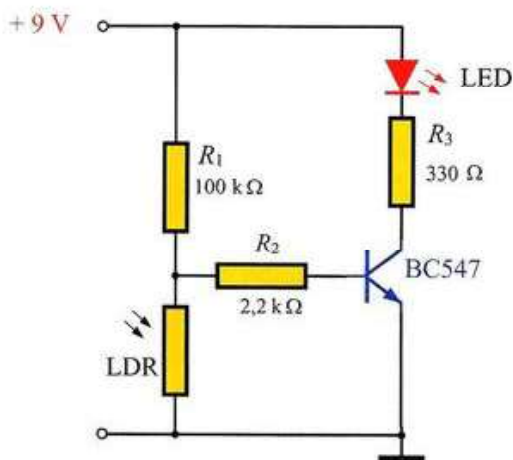

Figura 9.49. Circuito de un interruptor accionado por la luz.
9.2. Interruptor crepuscular. Se trata de realizar un circuito que sea capaz de activar una lámpara cuando el nivel de iluminación se reduce hasta valores propios de la oscuridad de la noche. Este circuito es muy útil para el encendido automático del alumbrado público en los cambios de día-noche. En la Figura 9.49 se muestra el esquema correspondiente al circuito en cuestión.
Monta el circuito propuesto en la Figura 9.49 y comprueba su funcionamiento. Una vez montado el circuito y comprobado su funcionamiento, contesta a las siguientes cuestiones: